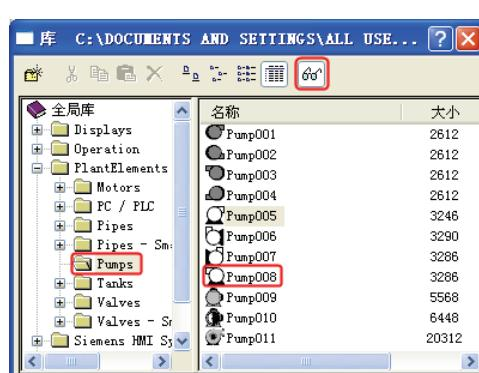

图 5-43 “库”对话框
2) 打开的“库”对话框如图 5-43 所示，展开全局库下的“PlantElements”，选中“Pumps”